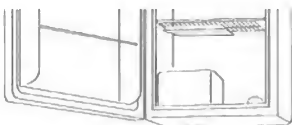

fig. 3
- Para descongelar el congelador, retire los alimentos y la charola para cubos de hielo del compartimiento del congelador. Su modelo puede requerirle colocar la bandeja bajo sección del congelador (véase fig. 3). Para descongelar, gire dial de control de temperatura a la posición de "Off" (Apagado). La descongelación generalmente se lleva a cabo en unas cuantas horas. Para descongelar más rápido, mantenga la puerta abierta y coloque un recipiente con agua tibia dentro del refrigerador.